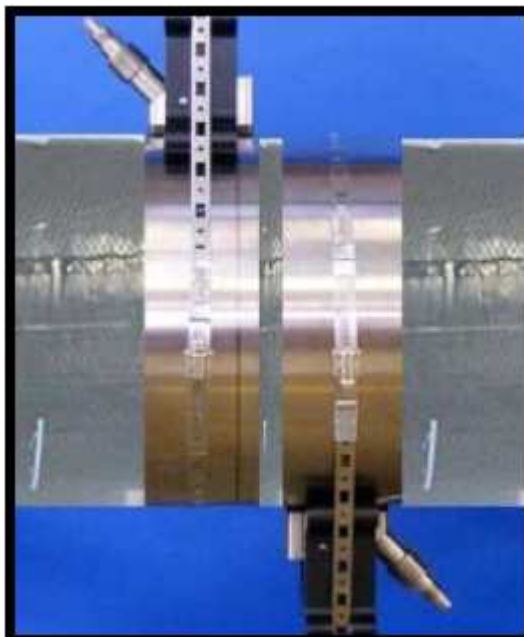

Рис. 3-28: Вид полностью нанесенного демпфирующего материала DMP-1
6. Обмотайте каждую из этих полос вокруг трубы по наружному краю фиксирующего приспособления – одну ниже по течению, а другую выше по течению от места установки. Вид полностью нанесенного демпфирующего материала подобен рис. 3-28, приведенному на следующей странице.